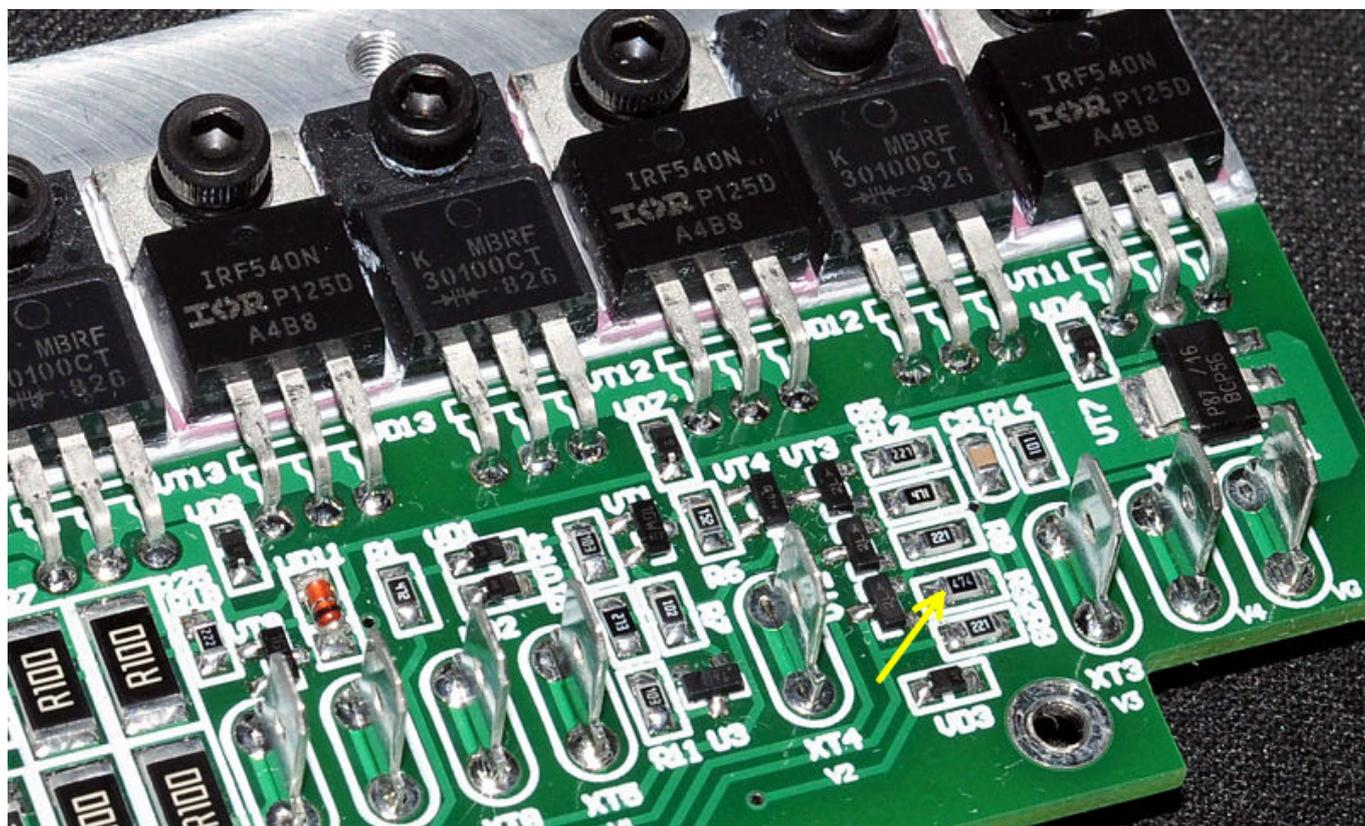

Рис. 7.
12. При выдергивании сетевой вилки на выходе наблюдается выброс до 10 В. Для его устранения нужно уменьшить номинал резистора R32 на плате выходного каскада до 47 кОм (рис. 7).